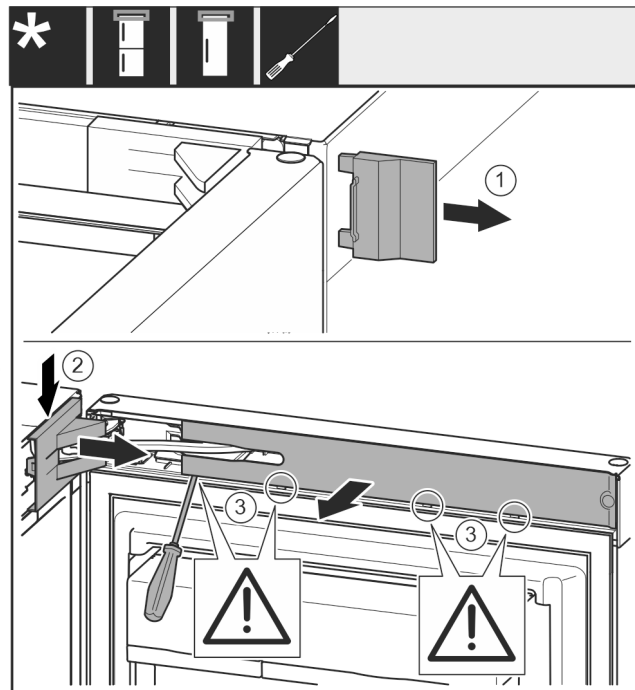

Fig. 9
- Abdeckung Fig. 9 (1) abnehmen.
- Lagerbockabdeckung Fig. 9 (2) ausrasten und lösen.
- Lagerbockabdeckung Fig. 9 (2) abnehmen.
- Blende Fig. 9 (3) mit Schlitzschraubendreher ausrasten und zur Seite schwenken.